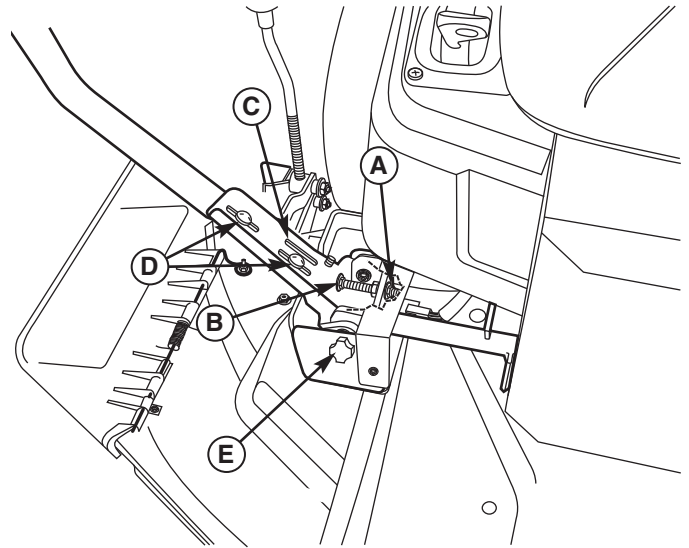

Figura 32. Ajuste de las Palancas de Control
Para Ajustar la Altura de las Palancas de Control: Jale las palancas hacia adentro, encima del regazo del operador a la posición de DRIVE. Afloje los pernos de montaje (D, Figura 32) y suba o baje las palancas a la posición deseada. Apriete los pernos de montaje (D).
Para Ajustar la Brecha Final de las Palancas de Control: La brecha final de las palancas de control deben ajustarse de modo que las palancas no se toquen entre sí cuando se pongan en posición de DRIVE. Afloje la contratuerca (A, Figura 32) y ajuste la longitud del tornillo de cabeza redonda (B) de modo que las palancas no se toquen entre sí. Repita lo mismo en el lado opuesto. Apriete la contratuerca (A) para fijar el tornillo de cabeza redonda en su posición.
Para Ajustar el Espacio Libre para el Operador: El espacio entre el operador y las palancas de control puede incrementarse quitando el perno de montaje más bajo (D, Figura 32), girando la palanca hacia adelante y reinstalando el tornillo de cabeza hexagonal a través de las palancas de control y la ranura delantera (C). Repita lo mismo con la palanca de velocidad.
Si el tractor vira a la derecha o a la izquierda cuando las palancas del control de velocidad están en la posición de velocidad máxima hacia adelante, la velocidad máxima de cada una de las palancas puede balancearse girando las perillas de ajuste (E, Figura 32). Gire la perilla A LA IZQUIERDA para aumentar la velocidad o A LA DERECHA para disminuir la velocidad.